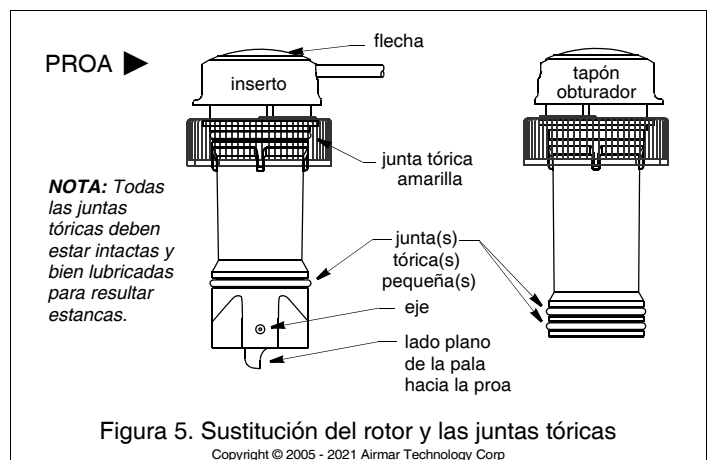

Figura 5. Sustitución del rotor y las juntas tóricas
5. *Todas las juntas tóricas deben estar intactas y bien lubricadas para resultar estancas.* Cuando el sellador marino se haya secado, revise las juntas tóricas del inserto, incluída la junta tórica **AMARILLA** (cámbielas según sea necesario) y lubríquelas con el lubricante de silicona que se incluye (Figura 5). Asimismo, lubrique el interior por encima de la válvula.
1. *Todas las juntas tóricas deben estar intactas y bien lubricadas para resultar estancas.* En el tapón obturador, revise las juntas tóricas (cámbielas según sea necesario) y lubríquelas con el lubricante de silicona que se incluye o con vaselina (Figura 5).
1. Para extraer el eje antiguo del rotor, sujete el extremo con unos alicates de corte diagonales y tire (Figura 5).